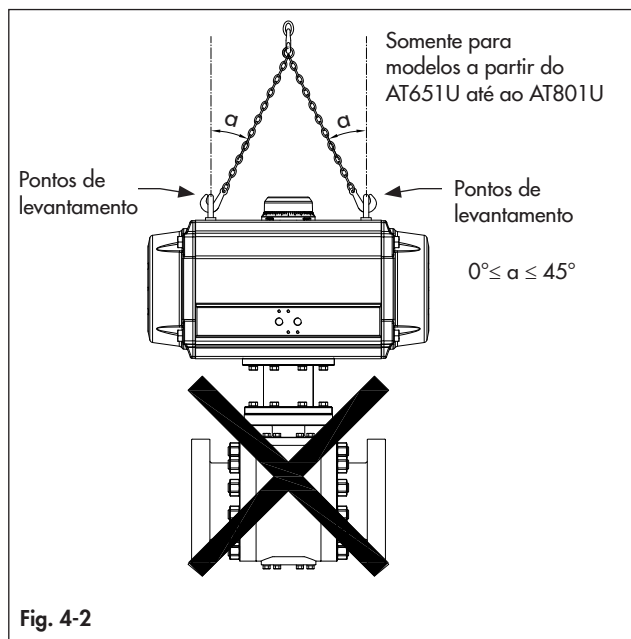

Fig. 4-2
- Para modelos maiores que o AT651U, dois furos roscados estão disponíveis para levantar o atuador por meio de parafusos com olhal ou componentes semelhantes, conforme mostrado na Fig. 4-2. Não levante o atuador e o conjunto da válvula a partir destes pontos de levantamento.